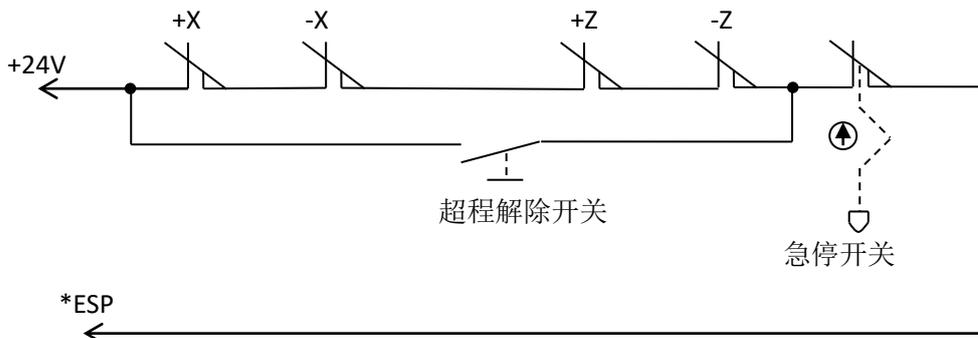

图2-34A 急停、行程开关串联连接
① 行程限位与急停串联连接, 连接方式如下图 2-34A 所示: